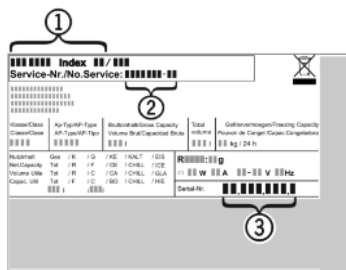

Fig. 19
- ▶ Прочетете от идентификационната табелка описанието на уреда Fig. 19 (1), сервисния № Fig. 19 (2) и серийния № Fig. 19 (3). Идентификационната табелка се намира на лявата вътрешна стена на уреда.
- ▶ Обадете се на сервисната служба и посочете неизправността, описанието на уреда Fig. 19 (1), сервисния № Fig. 19 (2) и серийния № Fig. 19 (3).